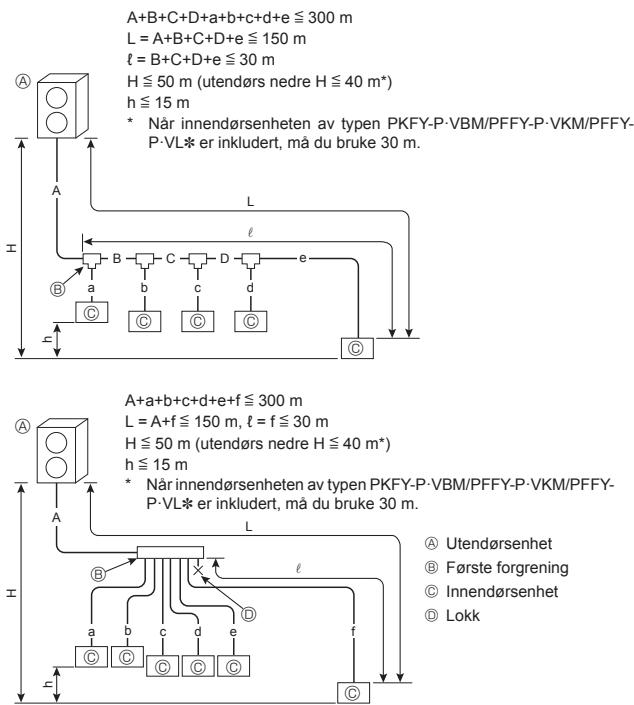

Fig. 4-1
4.2.1. Tilkobling uten forgreningsboks (Fig. 4-1)